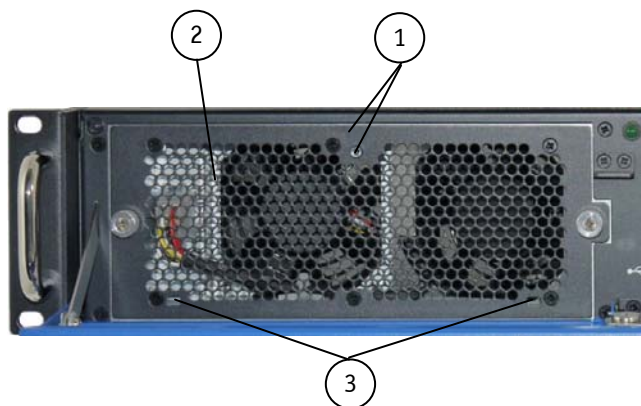

Abb. 45: Detail ohne Filtermattenhalter an der Frontseite
3. Ziehen Sie den Filtermattenhalter aus den Positionier-Löcher (Abb. 45, Pos. 3) in die Pfeilrichtung (siehe Abb. 44) und heben Sie ihn ab.
7. Stecken Sie den Filtermattenhalter zurück auf die Frontseite des Lüftereinschubs, indem Sie die Positionier-Laschen (Abb. 46, Pos. 6) in die Positionier-Löcher (Abb. 45, Pos. 3) einführen.
8. Schrauben Sie den Filtermattenhalter mittels der Rändelschraube (Abb. 46, Pos. 5) und des Bolzens mit Gewindebohrung (Abb. 45, Pos. 1) an den Lüftereinschub fest.
**Legende für Abb. 45 und Abb. 46:**